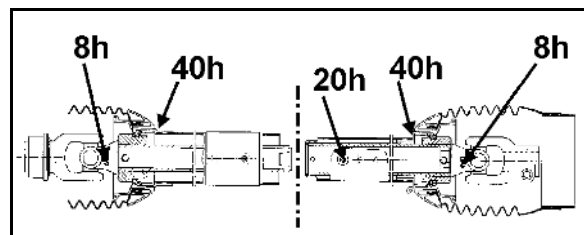

Fig. 94
1. Sett kraftoverføringsakselvernet i monteringsstilling (Fig. 94).
De løst medfølgende **boltene** M8 x 30 A2-70, er **reservebrytebolter** (Fig. 94/1) til feste av kraftoverføringsakselens gaffel til koblingsflensen på girets inngangsaksel. Sett alltid kraftoverføringsakselen inn med fett før den settes på girets inngangsaksel.